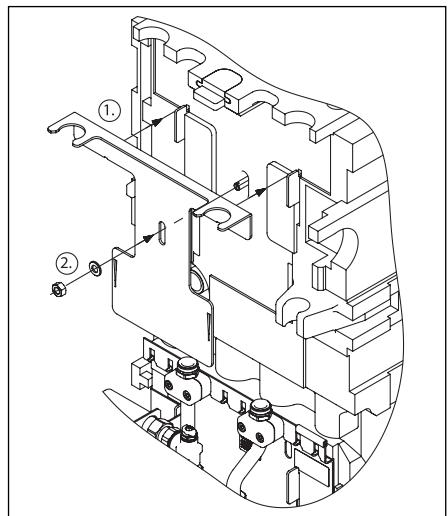

Abb. 17 Montage Solargruppenvorbereitung
- Das Rückblech in die Halterung einhängen (Abb. 17 Punkt 1) und mit einer Unterlegscheibe und einer Sicherungsmutter fixieren (Punkt 2)